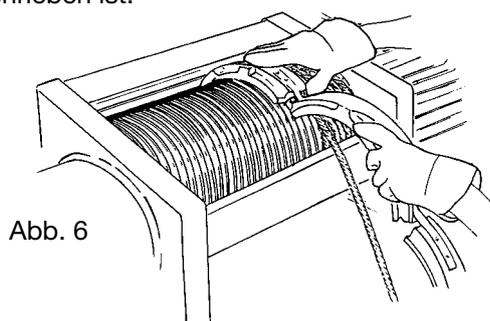

Abb. 6
**Montage Seilführungsring:** Seilführungsring einführen (Abb. 6) und in die Position der Trommelrillen bringen.